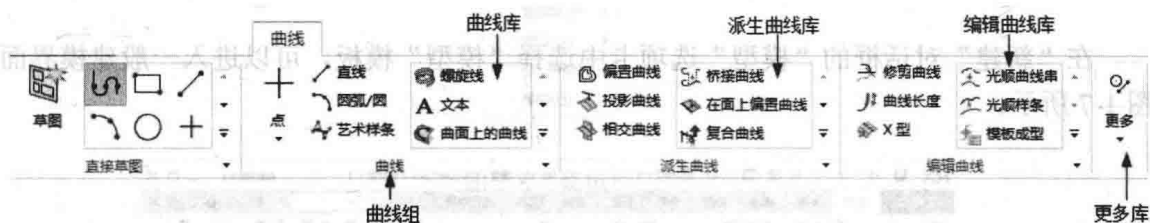

图 1-5 “曲线” 功能区的各个组和库
- 功能区：功能区的命令以图形的方式在各个组和库中表示命令功能。以“曲线”选项卡为（例如图 1-5 所示），所有功能区的图形命令都可以在菜单栏中找到相应的命令，这样可以使用户避免在菜单中查找命令的繁琐，方便操作。